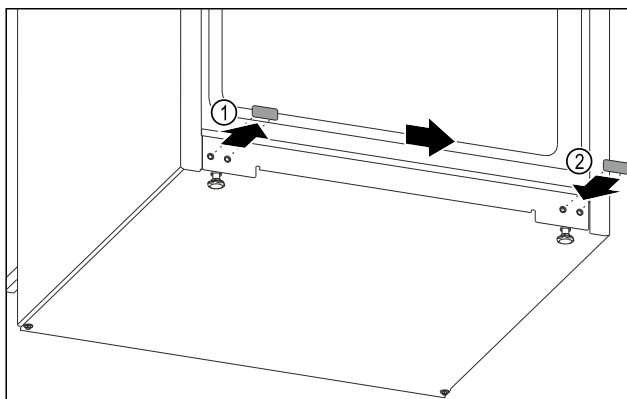

Fig. 12
- Tõmmake kattekorgid välja. Fig. 12 (1)
- Pange kattekorgid vastasküljel sisse. Fig. 12 (2)